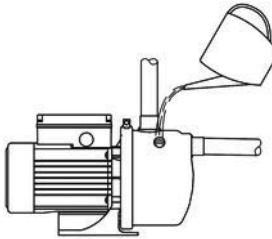

Рис. 3
8.10. Перед вводом в эксплуатацию и перед каждым включением, насосная часть электронасоса и всасывающая магистраль должны быть заполнены водой через заливное отверстие до его краев (рис. 3). После чего пробки заливных и сливных отверстий должны быть плотно закручены, но без приложения излишних усилий. При использовании обратного клапана на всасывающей магистрали, заполнение водой насосной части и самой магистрали перед каждым включением не обязательно. Необходимо лишь убедиться, что система заполнена водой и нет утечек.